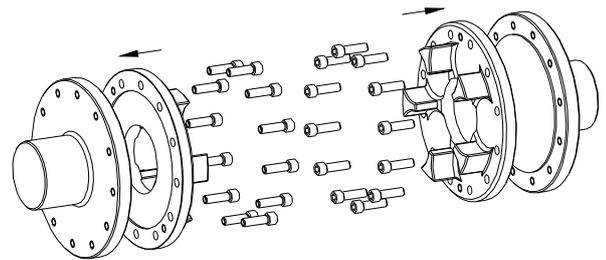
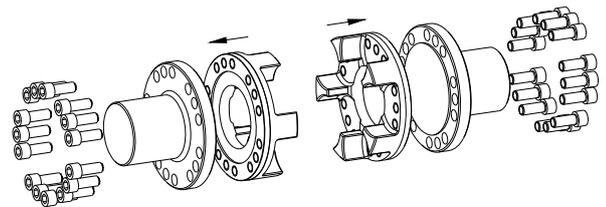

Figura 22: montaje de las bridas (tipo DF)
Figura 23: montaje de las bridas (tipo DFN)
- Ponga la brida motriz frente a la brida del lado de accionamiento y conducido del eje (ver figura 22 tipo DF y figura 23 tipo DFN).